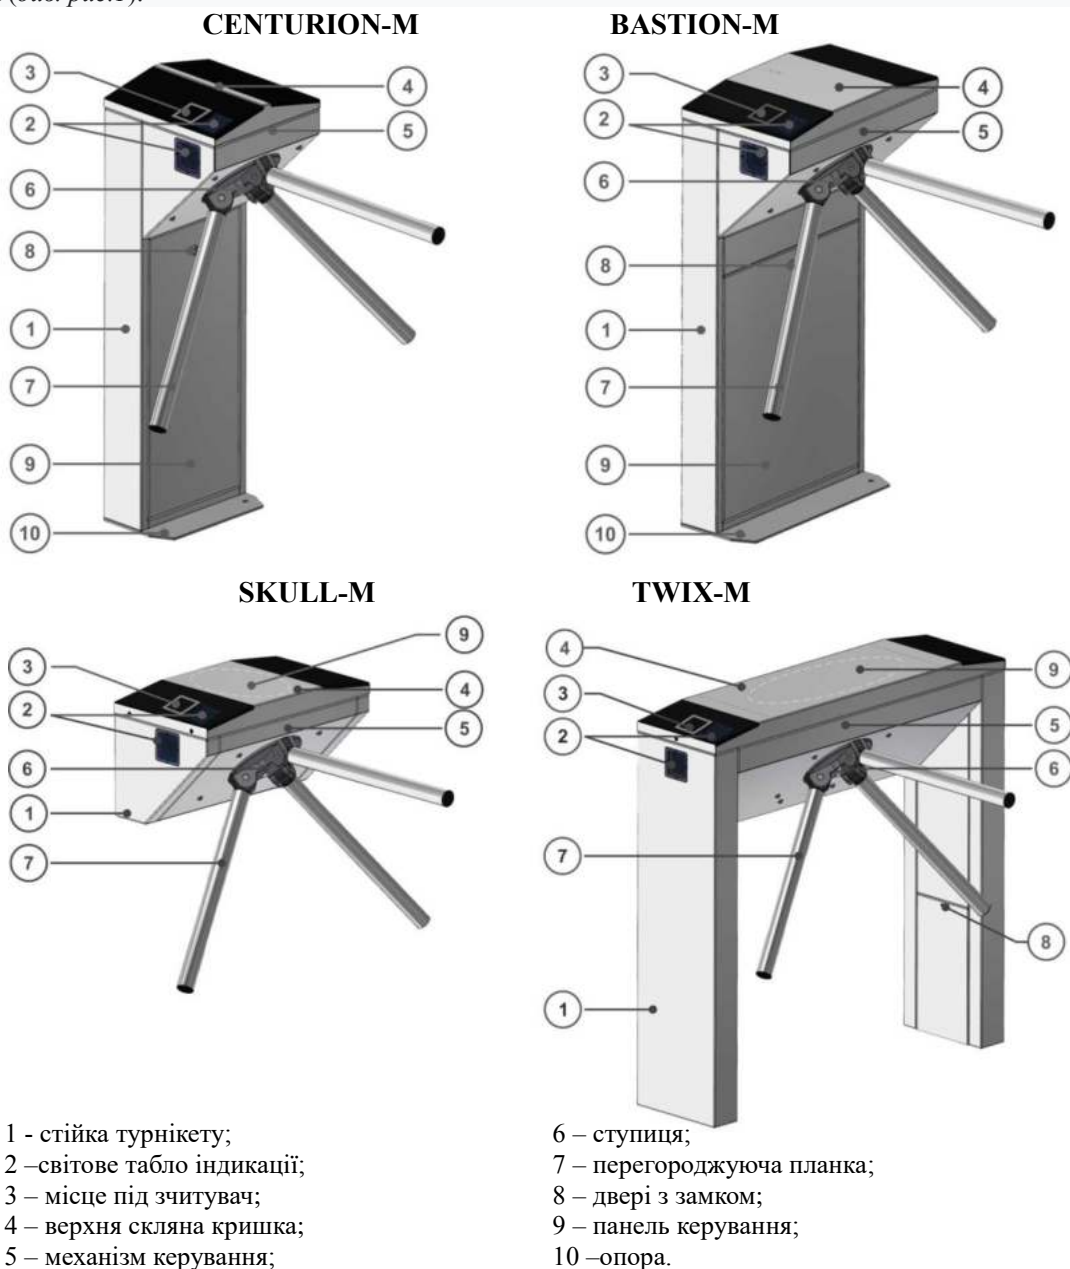

Рис. 1 – Загальний вигляд турнікетів
1.3.1 Конструкція турнікета напівзростового з сервоприводом представлена такими основними пристроями та елементами (див. рис. 1):
1.4.1.1 Корпус турнікета є металевою конструкцією, яка своєю опорою **10** (див.Рис.1) монтується на рівну поверхню за допомогою анкерів Redibolt. Статус турнікета відображають плати індикації **2**, вмонтовані в корпус виробу. Червона індикація, що постійно світиться, означає вихідний стан турнікета.(див.Рис.4): прохід через турнікет заблоковано в обидві сторони.
1.4.1.2 У верхній частині корпусу змонтований механізм керування **5** (див. Рис.1). На валу механізму керування встановлена ступиця **6** з планками **7**, які міцно закріплені на її важелі методом опресування.